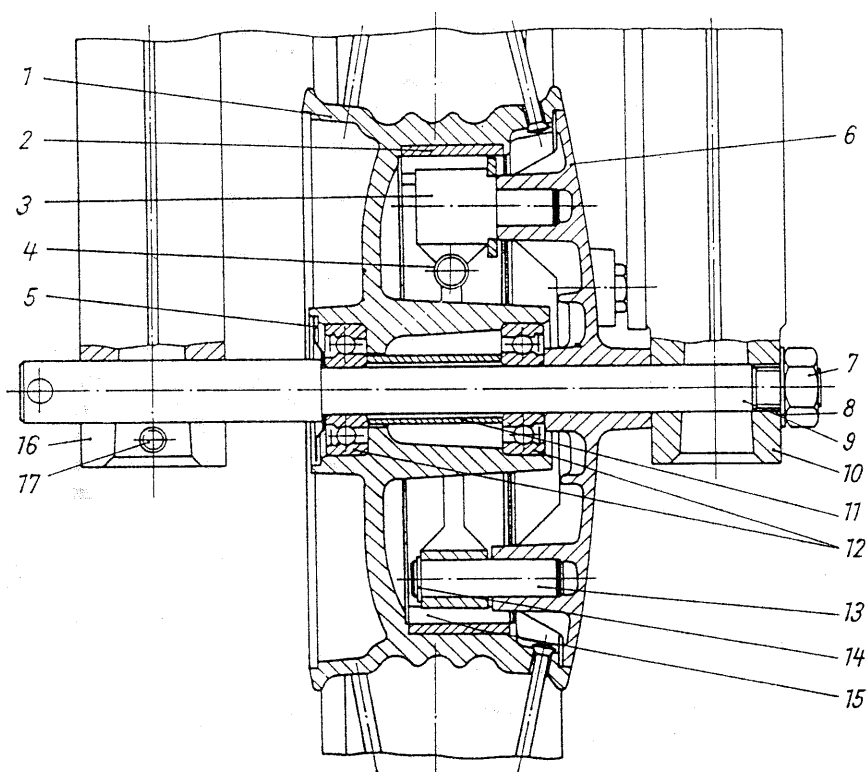

Fig. 40. Moyeu de roue avant (dessin en coupe)
Les boulons d'ancrage (13) ont un ajustement serré dans le serre-pièce de frein. Les mâchoires de frein (15) sont logées sur le boulon d'ancrage, et le levier de frein (3) est logé dans le serre-pièce de frein (fig. 40). Comme nous savons par expérience, il n'y a que peu d'usure dans la suspension des mâchoires, mais il est néanmoins nécessaire de nettoyer les points de logement environ tous les 10 000 km, mais au moins une fois par an, et de renouveler en même temps leur enduit de graisse pour palier de roulement. Il faut procéder de la même manière avec le logement du levier de frein dans la plaque d'ancrage de frein.